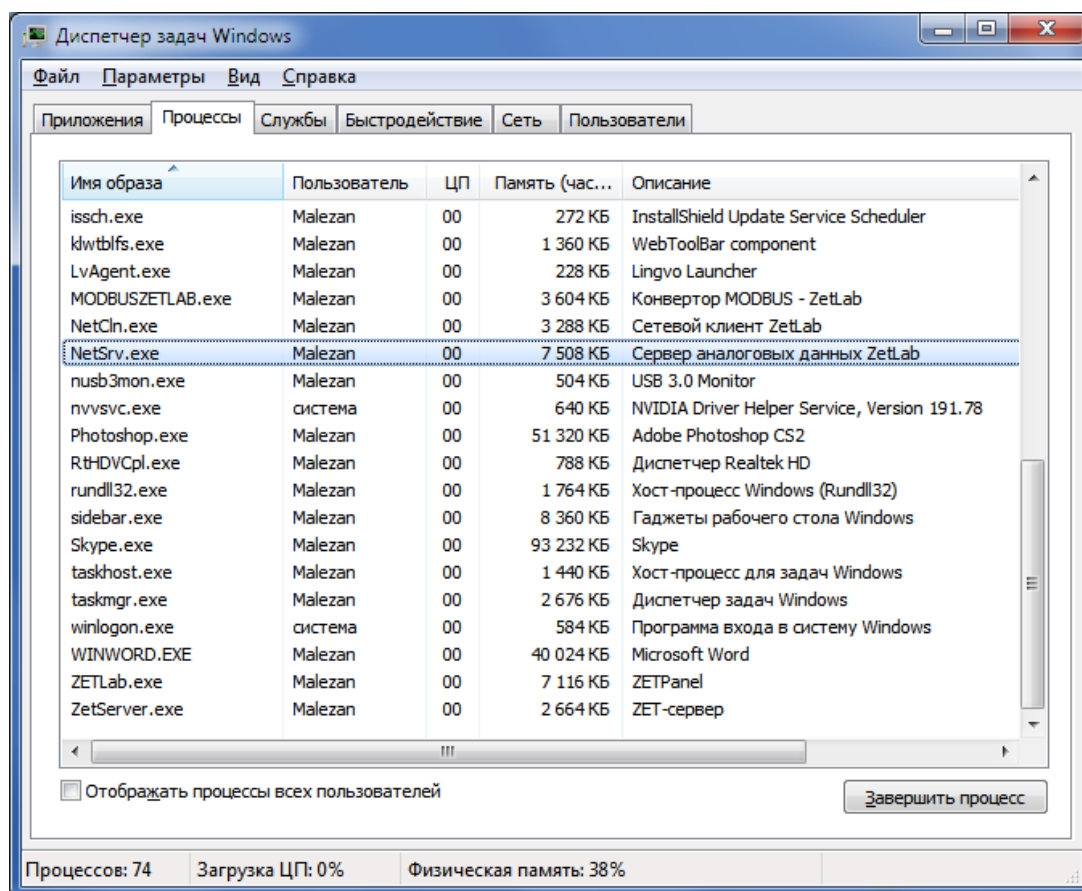

Рисунок 3.1 – Диспетчер задач
3. Проверить в диспетчере задач (Рисунок 3.1), что нет программ **ZETLAB**, работающих в скрытом режиме: